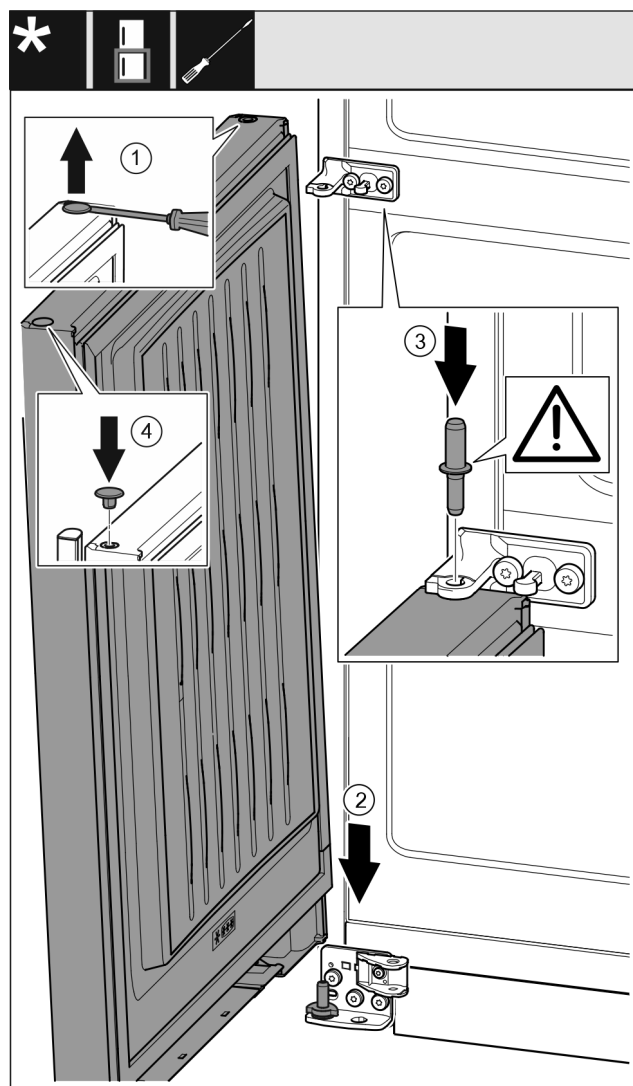

Fig. 42
- ▶ 将堵头 Fig. 42 (1)用带槽螺丝刀小心地提起并将其拉出。
- ▶ 将冰箱门 Fig. 42 (2)从上方将放在下面的轴承螺栓上。
- ▶ 将中间轴承螺栓 Fig. 42 (3)通过中间托架放置在冰箱下方门内。同时注意止动凸轮需指向后方。
- ▶ 将堵头 Fig. 42 (4)重新放入门的另一侧。